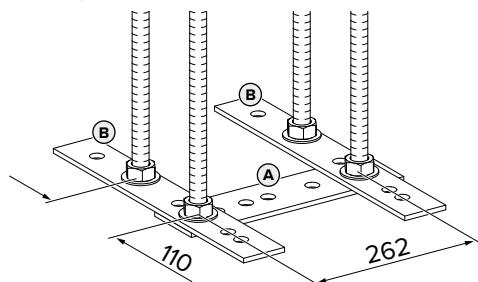
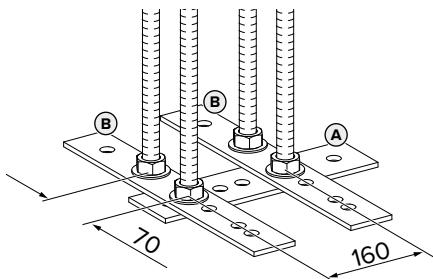

Рис. 1: Размеры [мм]
Рис. 2: Размеры [мм]
- С учетом размеров на Рис. 1 и Рис. 2 вставить резьбовые шпильки в стальные полосы. Стальная полоса (A) и стальные полосы (B) должны располагаться под прямым углом (90°).